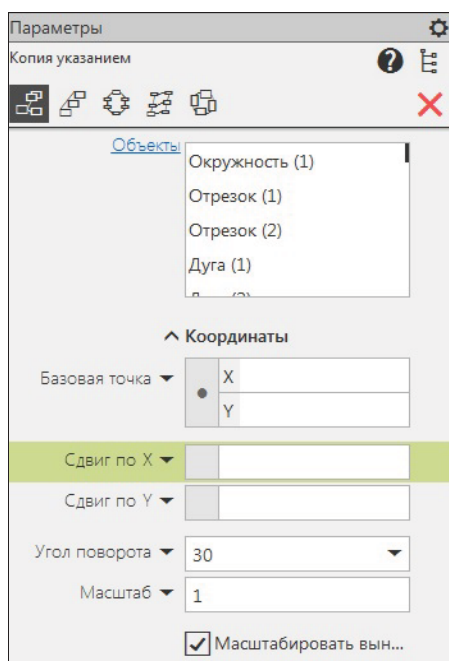

Рис. 11.11. Панель Параметры:
- ◆ вызовите команду **Копия указанием**. На панели **Параметры: Копия указанием** (рис. 11.11) в окне **Объекты** отобразилось название выделенного объекта и появились элементы управления копированием: